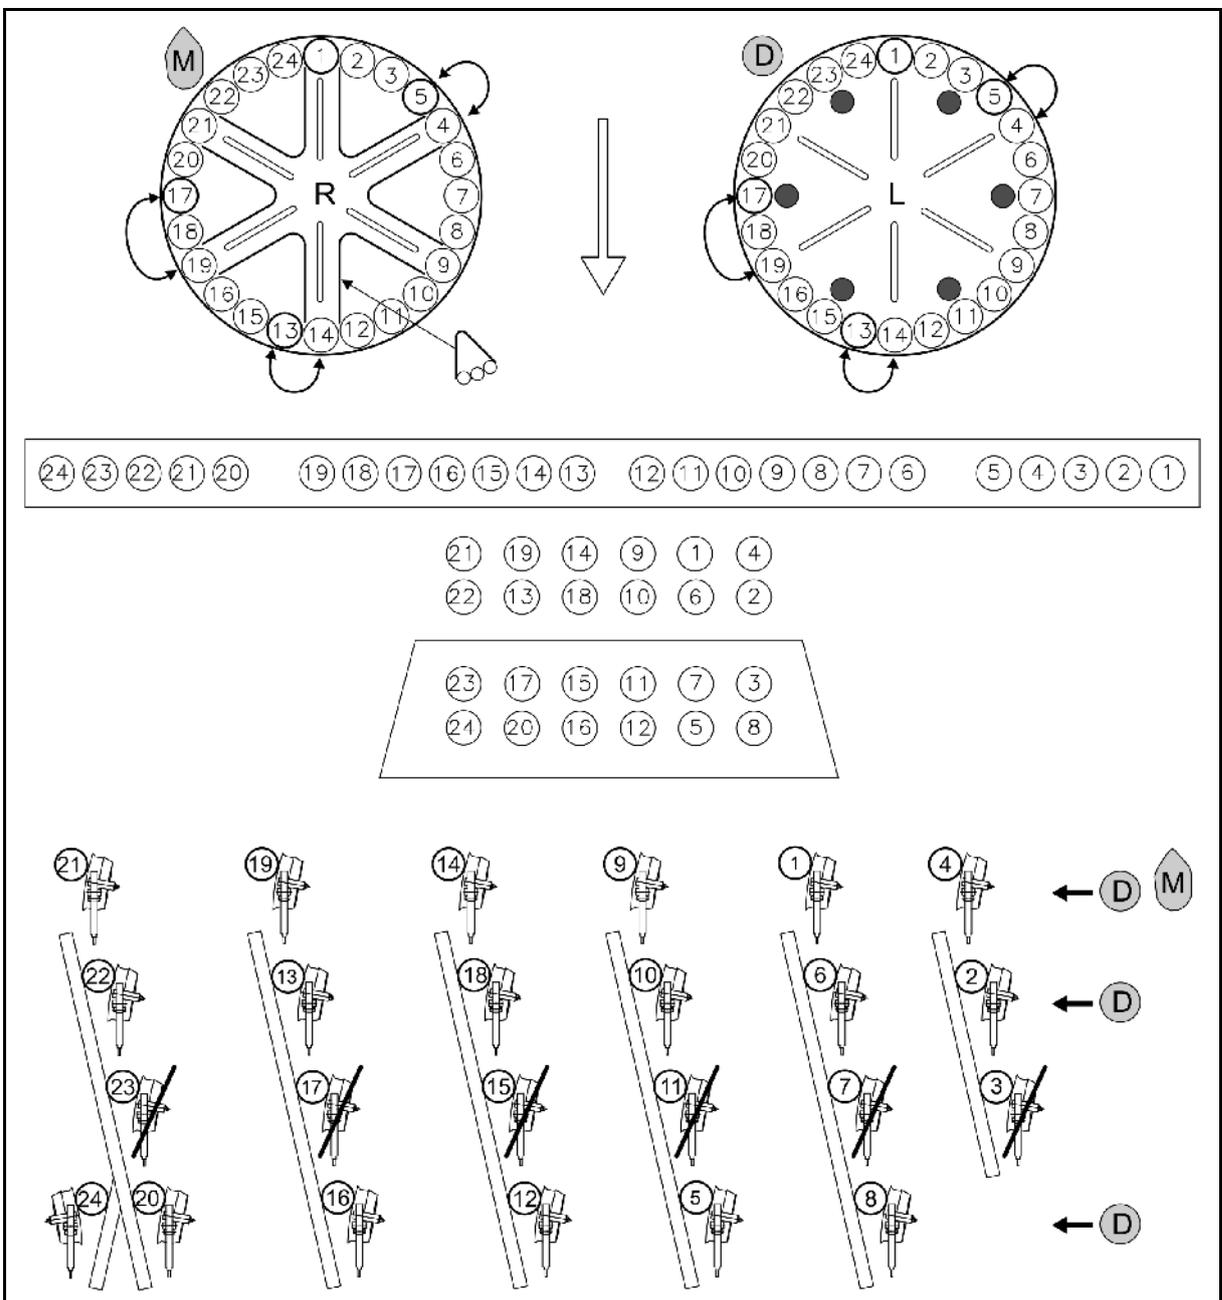

Fig. 48
- Maíz **M**: Montar las chapas de cierre correctamente Fig. 48.
- Abono **D**: Montar los tapones de cierre correctamente Fig. 48.